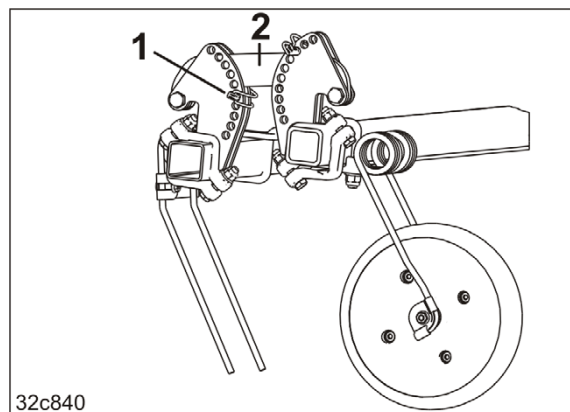

Fig. 180
3. Modifier l'angle de réglage des dents par rapport au sol en fixant la goupille de sécurité pour tube (Fig. 180/1)
- o sous le bras (Fig. 180/2)
Plus la goupille de sécurité pour tube (Fig. 180/1) est logée bas sur le segment de réglage, plus l'angle de réglage est faible.